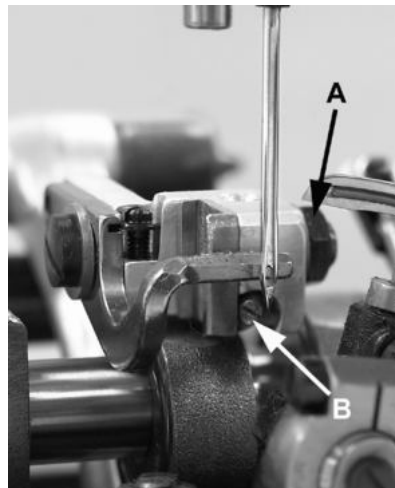

Fig. 11
Parallel adjustment can be made by loosening nut (A, Fig. 11) and turning screw (B) clockwise to lower front of feed dog, counterclockwise acts the reverse. When properly set, retighten nut (A).
Die Paralleleinstellung wird durch lösen der Mutter (A, Fig. 11) und drehen der Schraube (B) im Uhrzeigersinn ausgeführt, um das Vorderteil des Transporteurs zu senken, drehen im Gegenuhrzeigersinn bewirkt das Gegenteil. Wenn die Einstellung korrekt ist, ziehen Sie die Mutter (A) wieder an.